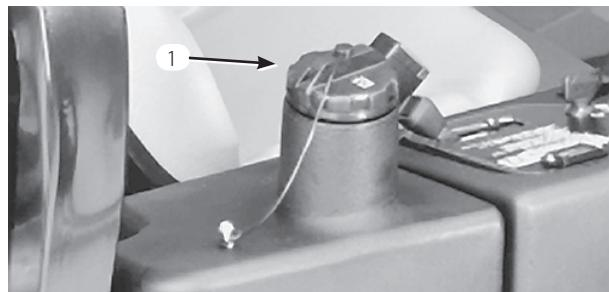

図 20
2. 油圧オイルタンクの注油口周辺をきれいに拭く(図 20)。キャップを外す。